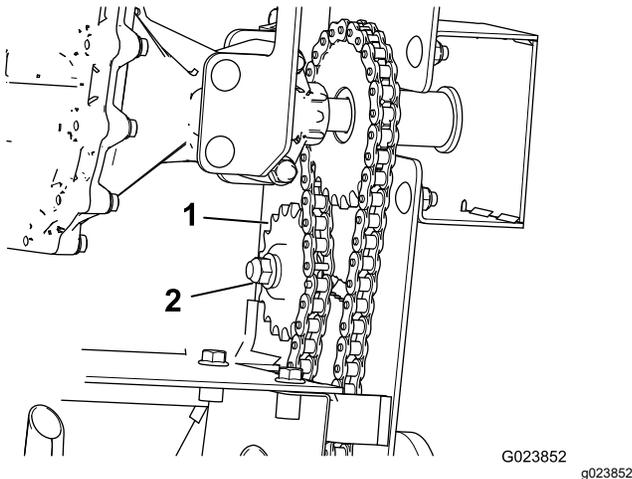

Figura 32
- A. Afloje la tuerca que sujeta el piñón tensor de la cadena que está tensando (Figura 32).